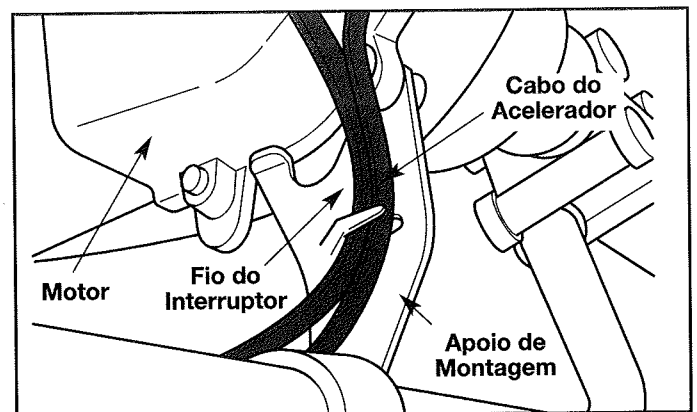

Fig. 13
8. Encaminhe o fio do interruptor da ignição e, a seguir, o cabo do acelerador através do grampo situado no apoio de montagem direito do guidador (Fig. 13).